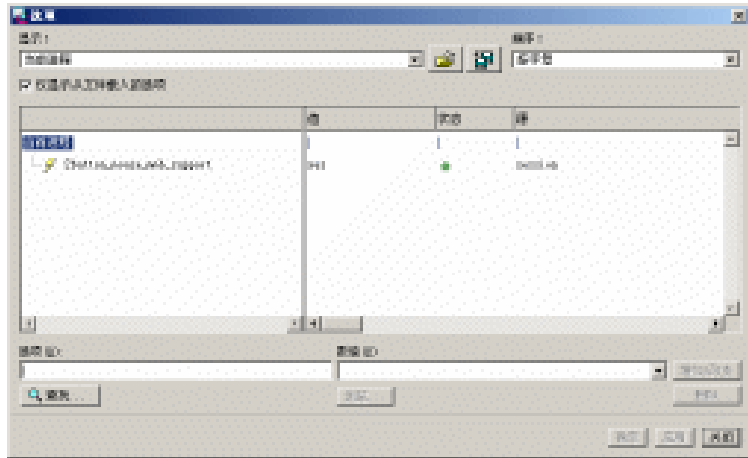

图1-11 勾选复选框后的【选项】对话框
4. 在【选项】对话框中，单击【仅显示从文件载入的选项】复选框（即勾选此项），结果如图 1-11 所示。